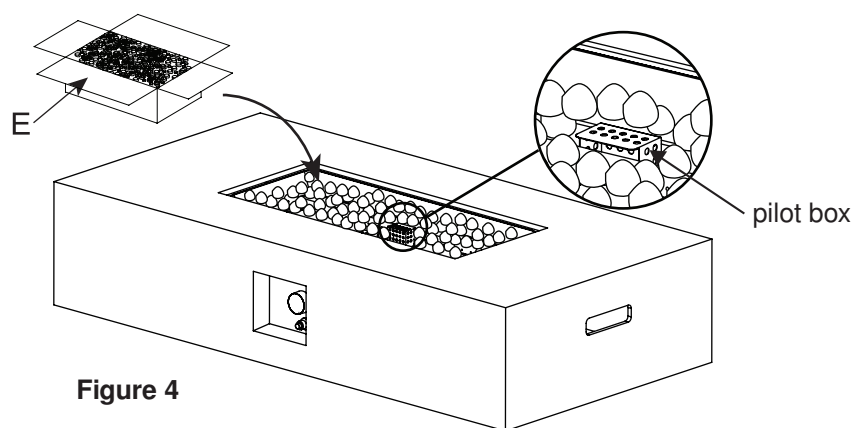

Figure 4
5. Giet de lavastenen (E) in de vuurschaal van de behuizing (B) (zie Figure 4).